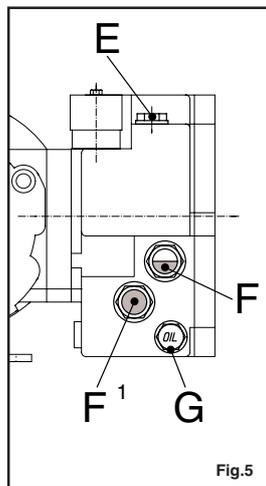

Fig.5
Eseguire il primo riempimento attraverso il tappo (E) sino alla metà dell'indicatore di livello massimo (F) e richiudere il tappo (E) (fig.5).
Carry out the first filling up through the plug (E) up to the half of the maximum oil level sight glass (F) and close the plug (E) (fig.5).